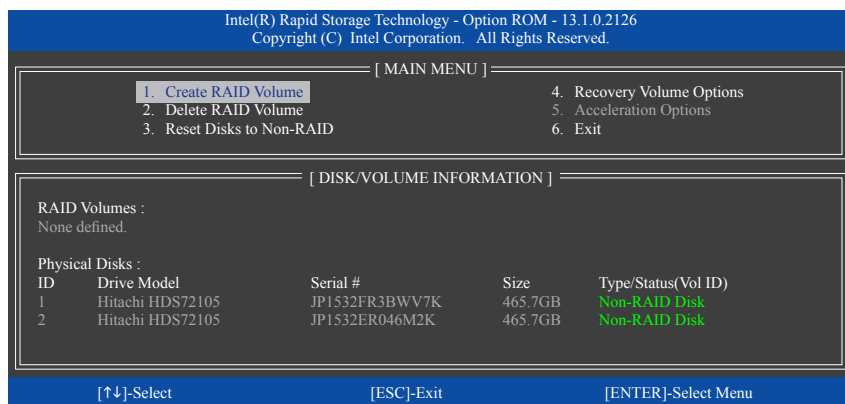

図 15
**MAIN MENU** で **Create RAID Volume** を選択し、<Enter>を押します (図 15)。